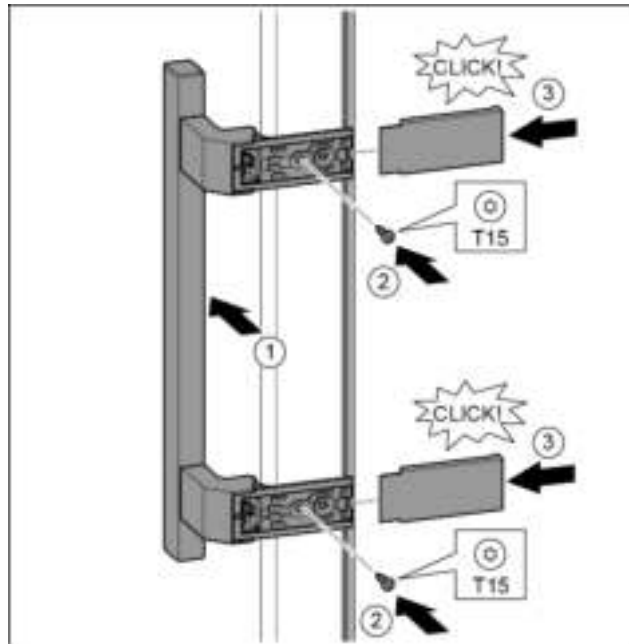

Fig. 34
- ▶ Greep op de tegenoverliggende zijde aanbrengen. *Fig. 34 (1)*
- ▶ Schroeven met schroevendraaier T15 vastschroeven. *Fig. 34 (2)*
- ▶ Afdekkingen zijdelings aanbrengen en erop schuiven. *Fig. 34 (3)*